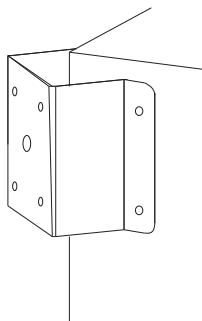

图2.7
(2) 如图2.7所示，在墙上打孔处装入M8膨胀螺栓，将需与球机相连的线束从穿线孔中穿出，再给螺栓分别套上 $\phi 8$ 平垫、弹垫、螺母，拧紧螺母，固定【支架配件-墙角钢板】。